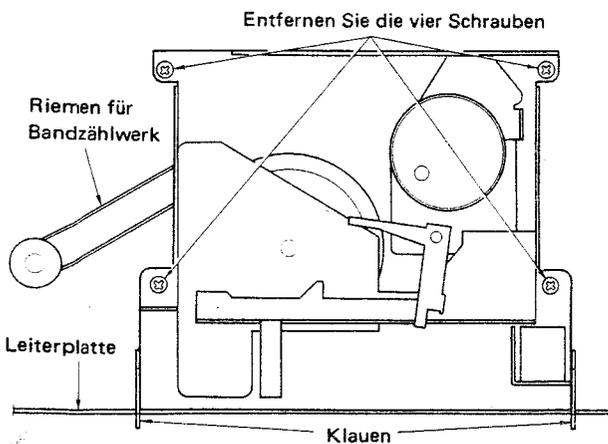

Abb. 1
- 5) Entfernen Sie die in Abb. 1 gezeigten vier Schrauben (gelbliche Schrauben, 3 x 12), die zur Befestigung der Mechanik dienen.